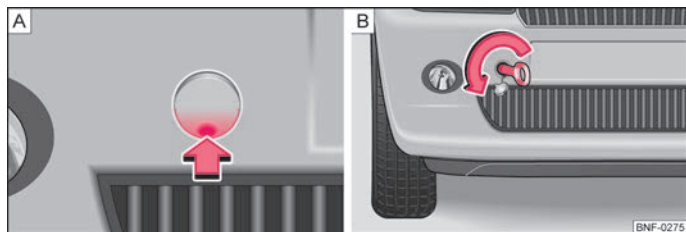

Fig. 112 Forreste stødfanger: Afdækning / Montering af slæbeøj
- Tryk på den nederste del af afdækningen (pil) ⇒ Fig. 112 – [A] for at løsne afdækningens fastgørelse.
- Skru slæbeøjet helt i i pilens retning med hånden ⇒ Fig. 112 – [B]. Til fastspænding anbefaler vi, at du fx anvender hjulnøglen, slæbeøjet fra en anden bil eller en lignende genstand, som du kan stikke gennem øjet.